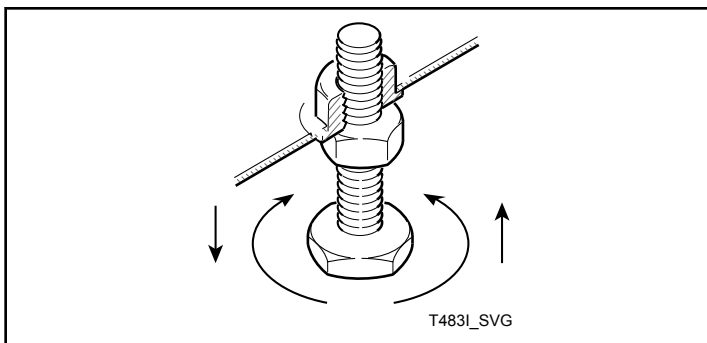

Figure 3
5. Faire glisser le sèche-linge jusqu'à ce qu'il se trouve à l'emplacement désiré. Ajuster les pieds de réglage jusqu'à ce que l'appareil soit de niveau en veillant à ce qu'il ne soit pas plus de 3,3 mm [0,13 po.] plus haut à l'avant qu'à l'arrière. Voir la Figure 3. Le sèche-linge à tambour ne doit pas balancer. Bloquer les pieds de réglage à l'aide des écrous installés.